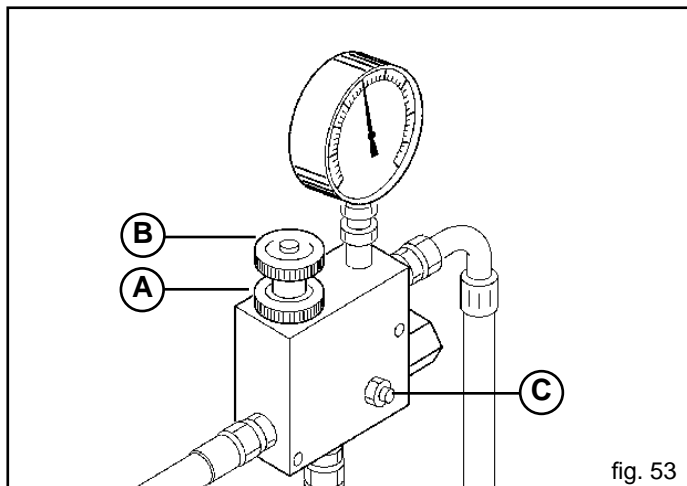

fig. 53
Wenn man die Gebläseumdrehungen für die Verteilung von schwereren Samen erhöhen will, mit Vorsicht und Achtung wie folgt vorgehen (Abb. 53):
- Die Feststellnutmutter lockern (A, Abb. 53);
- Regelventil (B, Abb. 53) im Uhrzeiger- oder Gegensinn drehen um den Druck zu senken oder zu erhöhen und daher die Gebläseumdrehungen zu ändern.
Es ist für irgendwelchen Grund verboten die Höchstdruckventilschraube (C, Abb. 53) zu verstellen, da sich die Einstellung der Anlage ändern würde und deshalb Motor, Pumpenbruch -oder Gebläse verursachen.